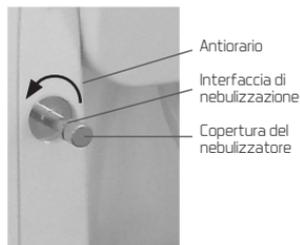

Figura 6
- › Estrarre verso l'altro la copertura del nebulizzatore sull'interfaccia di nebulizzazione. (Figura 6)